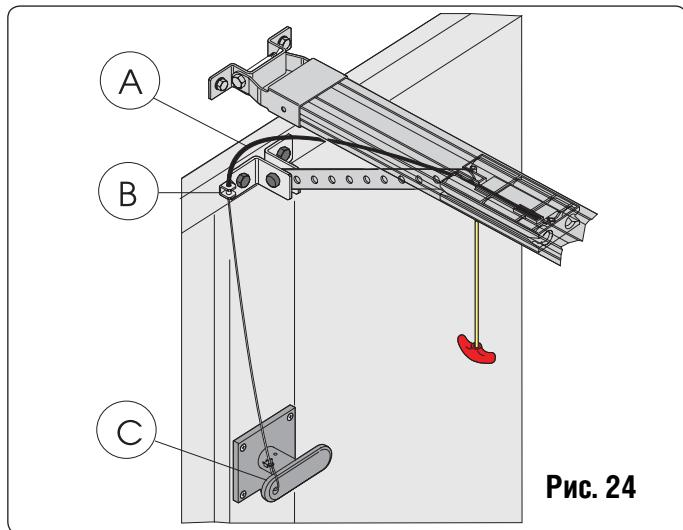

Рис. 24
4. Дерните ручку расцепителя по направлению к створке (рис. 24). Проверьте, чтобы блокировочное окно, расположенное в каретке, стало красным. Переместите вручную створку, до сцепления каретки и цепи.
1. Отрежте оплетку троса нужного размера (Рис. 24 А).
2. Вставьте трос в оплетку и подсоедините к отверстию на воротах (Рис. 24 В).
3. Отрежьте трос нужной длины для подсоединения к ручке расцепителя (Рис. 24 С).